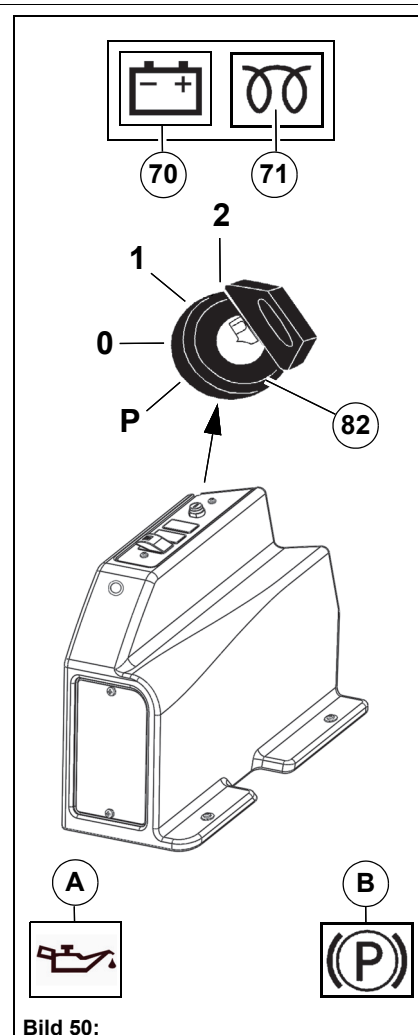

Bild 50:
- Om varningssymbolen Motoroljetryck **Bild 50-A** på multifunktionsdisplayen lyser när motorn är igång finns det risk för en motorskada! Stanna alltid fordonet i ett säkert område. Stäng av motorn direkt och kontrollera oljenivån. Åtgärda orsaken till det saknade motoroljetrycket.
- Eventuellt lyser varningssymbolen Parkeringsbroms **Bild 50-B** på multifunktionsdisplayen.